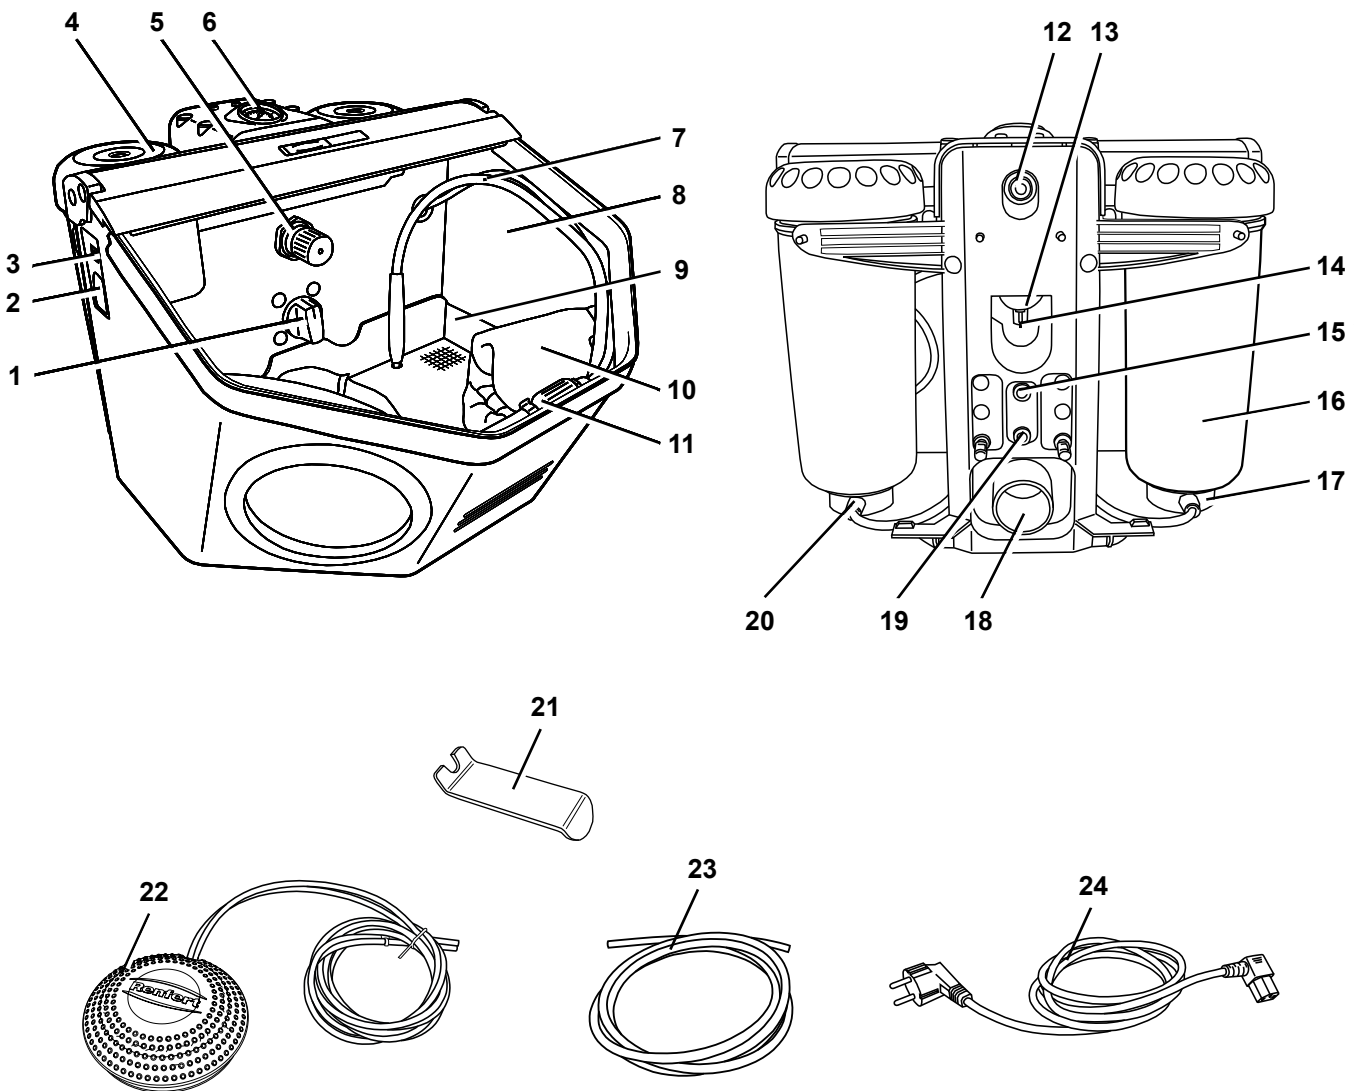

図 1
エアーノズル (11, 図1) を使用して、サンドブラस्टィング残留物や塵を除去することができます。
- 選択スイッチでブラस्टィング・タンクを選択してください (1, 図 1)。
- フットスイッチの電源を入れてください (22, 図 1) 。